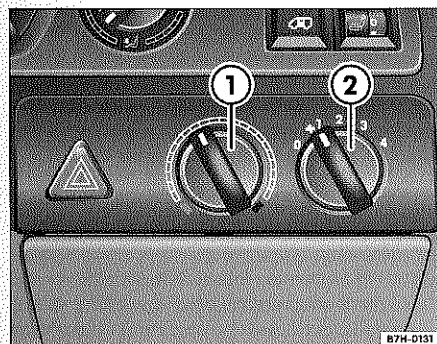

Fig. 13 Intercambiador de calor adicional: mandos delanteros en el tablero de instrumentos
Para **conectar** el intercambiador de calor adicional sitúe el mando de la turbina ⇒ fig. 13 ② en una de las velocidades de 1 a 4.